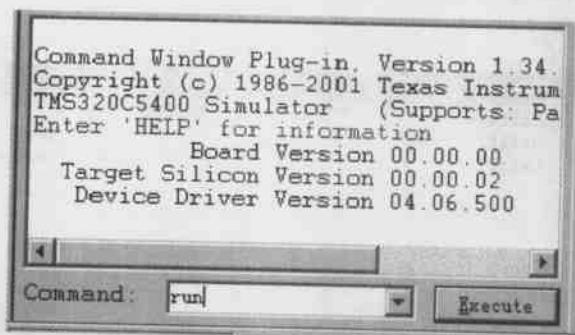

图 3.28 命令输入对话框
(4) C54XX DMA 能观察和编辑DMA寄存器的内容。
(5) C54XX Simulator Analysis 能设置和监视事件的发生,并为加载调试器使用的特定的伪寄存器提供了一个透明的手段,其使用方法和C54XX Emulator Analysis完全一致。
(6) Command Window 能在命令窗口中键入可以执行的命令,键入的命令遵循TI调试器的命令语法格式。单击此命令,将弹出如图3.28所示的命令输入对话框。在命令输入栏中键入run命令,就可以直接运行程序。